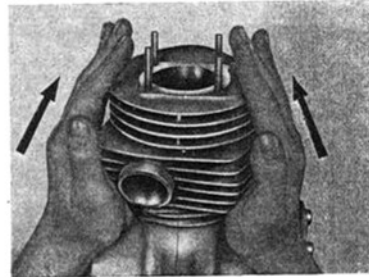

Bild 27. So wird der Zylinder bei RT-Modellen abgenommen
22. Zylinder abnehmen (Bild 27). **Achtung**, Fuß- und Deckeldichtung nicht beschädigen! Ein-baulage der Deckeldichtung kennzeichnen!